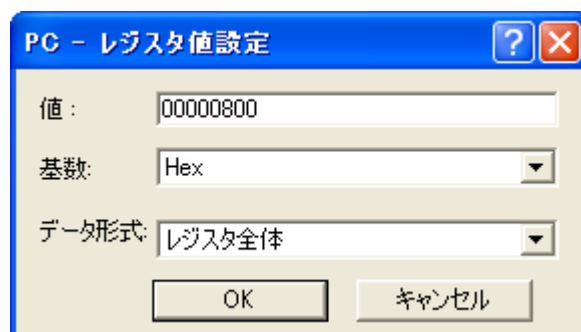

図 6.8 [レジスタ]ダイアログボックス ( PC )
- 正常に実行できない場合、[デバッグ]メニューから[CPUのリセット]を選択し、一度リセットを発行してから、図 6.8 よりやり直してください。